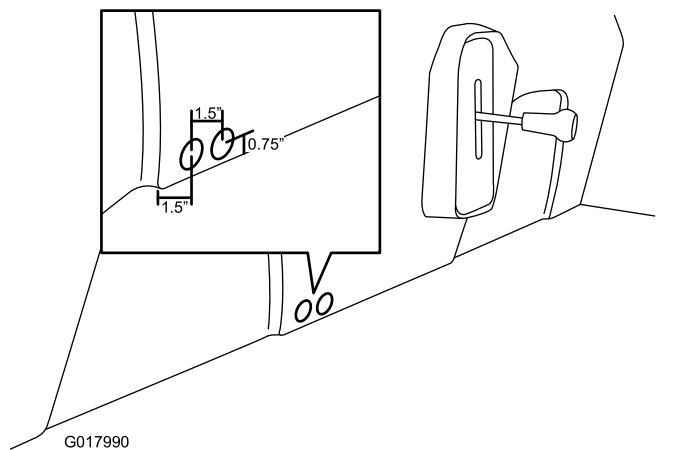

図 31
1. 穴あけノコギリ1"25.4 mmを使用して、図 31のように、シートベースに穴を2つ開ける。